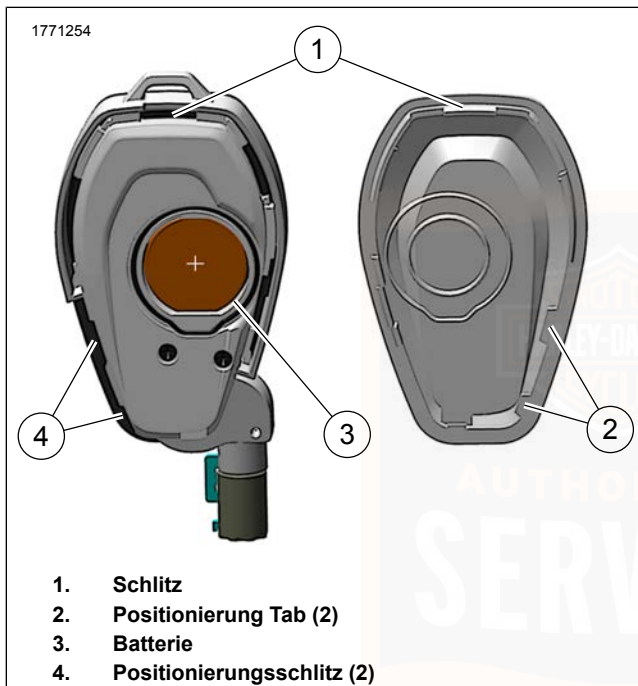

Abbildung 24. Schlüsselanhängerbatterie
- a. Siehe Abbildung 24. Die Klinge eines 3/16-Zoll-Flachkopfschraubendrehers in den Schlitz (1) einführen.
- a. Die Klinge eines 1/8-Zoll-Flachkopfschraubendrehers vorsichtig unter die Batterie (3) führen und diese anheben.
- a. Die Positionierlaschen (2) an den Positionierungsschlitzen (4) ausrichten.